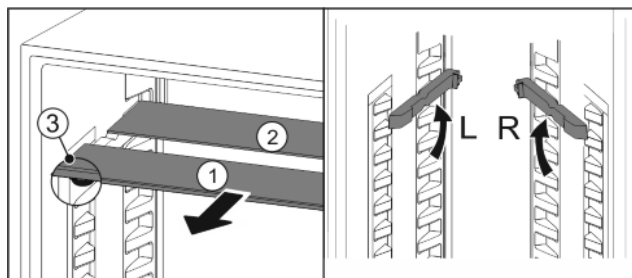

Fig. 23
- ▶ Wyciągnąć Fig. 23 (1) pojedynczo półki szklane do przodu.
- ▷ Szklana płyta Fig. 23 (1) ze stoperami znajduje się z przodu.
- ▷ Stopery wskazują w dół Fig. 23 (3).